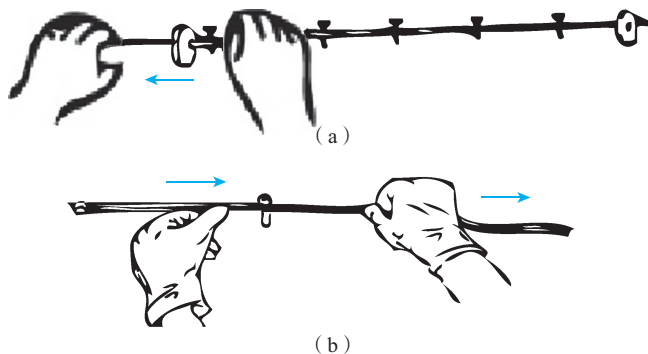

图 3-4 护套线敷线方法
(2) 直敷：水平方向敷设护套线时，如果线路较短，为便于施工，可按实际需要长度将导线剪断，将它盘起来。敷线时，可先固定牢一端，拉紧护套线使线路平直后再固定另一端，最后固定中间段；如果线路较长，可用瓷夹板先将导线多处初步固定，然后再逐段固定并拆除相应瓷夹板，如图 3-4 所示。